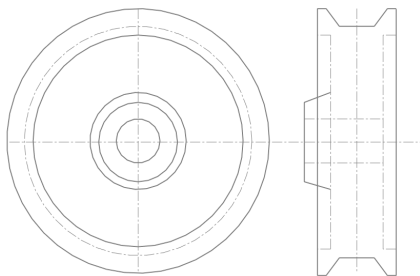

图 3-61 添加竖直约束效果
(3) 单击【确定】按钮 $\checkmark$,即可添加竖直约束,退出草图环境,效果如图3-61所示。